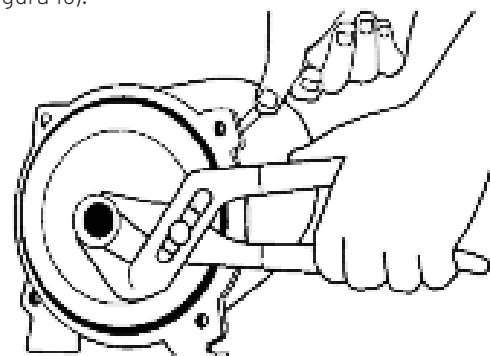

Figura 16: Retire el impulsor
4. Retire el impulsor sujetando el eje de la bomba con un destornillador colocado en el extremo ranurado del eje del motor y girando el impulsor en sentido antihorario (Figura 16).
3. Retire los 3 tornillos con cabeza que sujetan el difusor a la placa de sellado y retire el difusor. Cuando reemplace el difusor, use tres calzas de .010" de espesor igualmente espaciadas entre el ojo del impulsor y la abertura del difusor. Esto centra los difusores y evita el roce del impulsor (Figura 16).